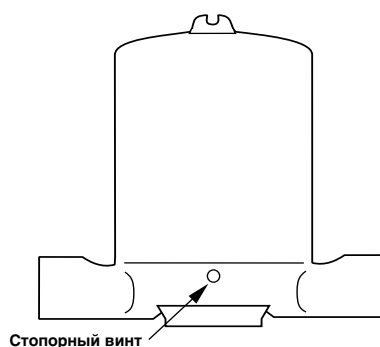

Рис. 2.
Конструкция большинства корпусов механических реле позволяет располагать кабельные входы в пределах 360°, отпуская для этого стопорный винт (-ы). См. **рис. 2**. Для применения в условиях высокой температуры (более 120 °С), следует использовать высокотемпературный провод между реле и первой соединительной коробкой, расположенной в холодной зоне.
- ① Все модели на заводе регулируются на минимальную разность уровней срабатывания, если не требуется иное.
- ② Для обеспечения максимальной разности уровней срабатывания, необходимо, чтобы длина патрубка "L" (**рис. 2**) не превышала: 64 мм для модели Т62 с резьбовым соединением; или 89 мм для модели Т62 с фланцевым соединением.
- ③ Указанные размеры являются приблизительными и могут немного отличаться у каждого изделия.
- ④ В отношении разностей уровней срабатывания моделей, отсутствующих в таблице, обращайтесь к изготовителю.